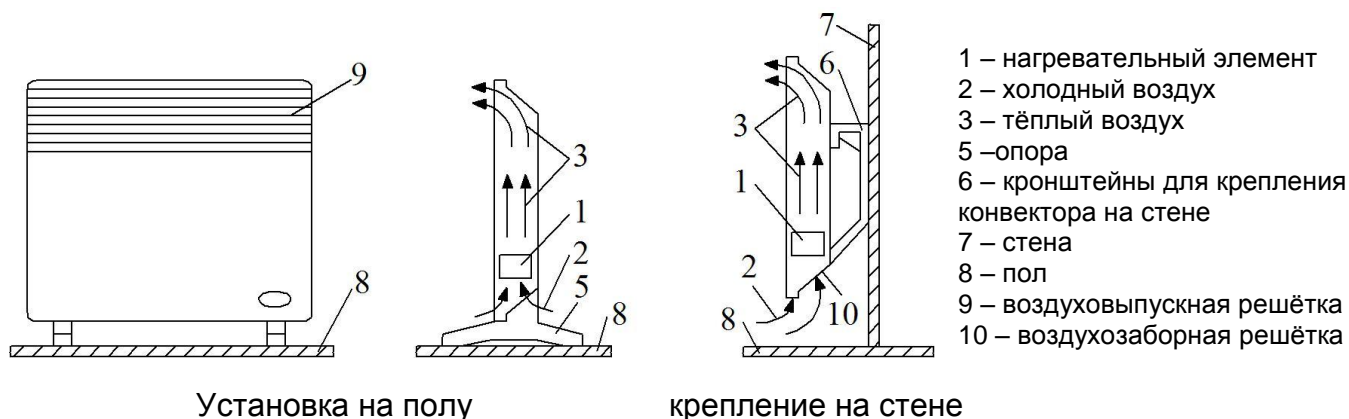

Рис. 1
**Внимание!** Категорически запрещается включать и эксплуатировать конвектор на полу без установленных опор или без его закрепления на кронштейнах на стене. Включать и эксплуатировать конвектор допускается только в положении, показанном на рис.1 (воздухозаборной решёткой вниз).